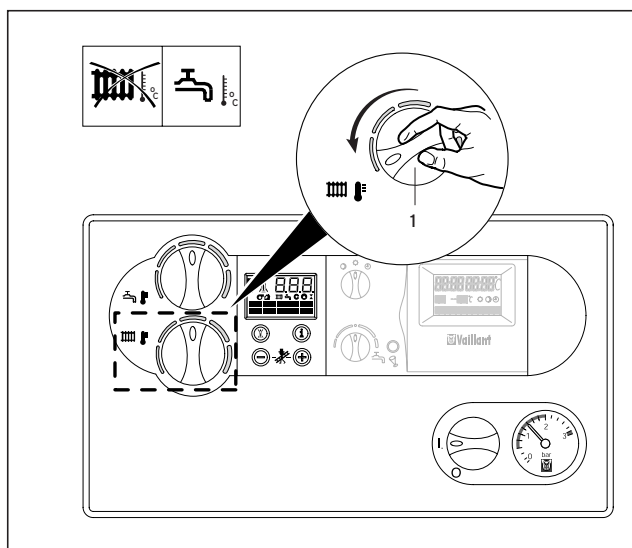

Abb. 3.13 Heizbetrieb ausschalten (Sommerbetrieb)
- Drehen Sie hierzu den Drehknopf (1) zur Einstellung der Heizungs-Vorlauftemperatur auf Linksanschlag (Abb. 3.13).